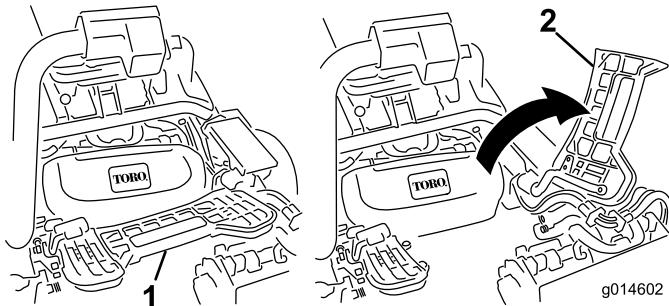

Figura 31
2. Sollevate il poggiapiedi e ruotatelo fino all'apertura, per consentire l'accesso alla posizione dell'apparato di taglio centrale. (Figura 31)